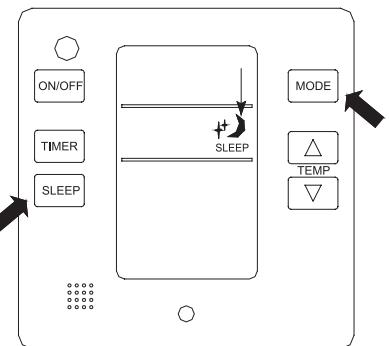

Рисунок 5.5. Функция СОН
- Для включения функции СОН (SLEEP) нажмите кнопку SLEEP, на дисплее пульта высветится знак (см. Рис. 5.5)